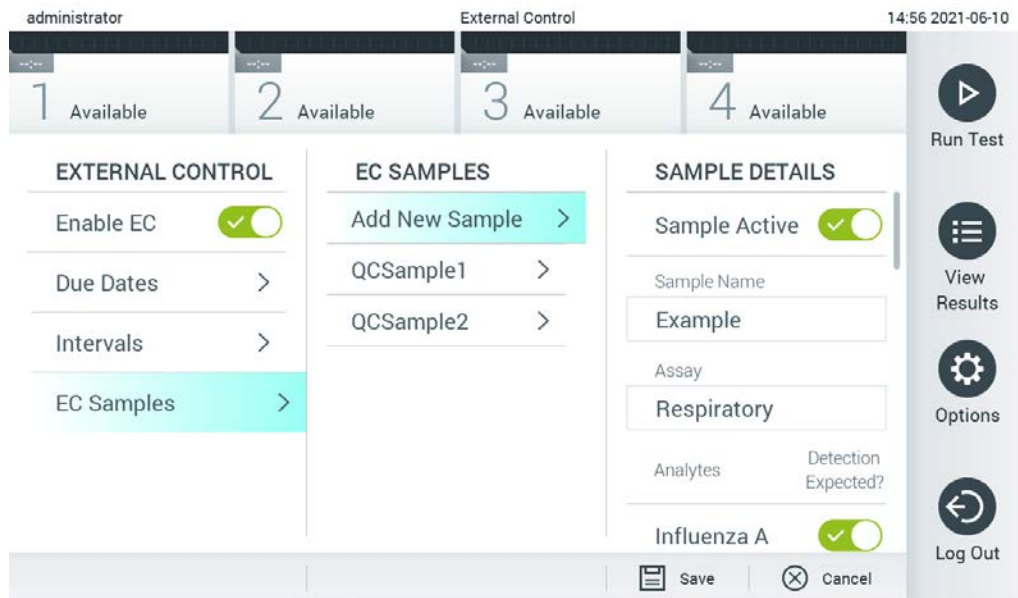

Figura 53. Ecranul External Control EC Samples (Substanță de control externă, Probe EC).
5. Selectați **EC Samples** (Probe EC) pentru adăugarea sau editarea probelor utilizate într-o testare a substanței de control externe. Pentru a adăuga o probă EC nouă, apăsați pe **Add new Sample** (Adăugare probă nouă), apoi continuați configurarea în coloana din dreapta (Figura 53). Pentru a edita o probă EC, selectați o probă existentă din coloana din centru și continuați configurarea în coloana din dreapta.